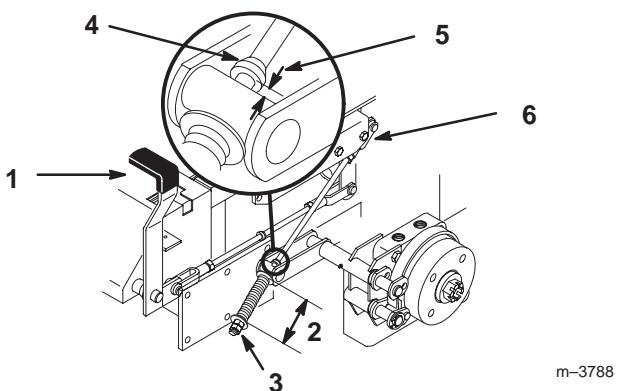

Figure 59
2. Mesurez la longueur du ressort. Les rondelles doivent être distantes de 70 mm (2-3/4") (Fig. 59).
3. Si un réglage est requis, desserrez l'écrou de blocage situé sous le ressort et serrez l'écrou directement au-dessous de la chape (Fig. 59). Vissez l'écrou jusqu'à ce que le ressort ait la longueur voulue. Serrez les deux écrous ensemble et répétez la procédure de l'autre côté de la machine.
- A. Mesurez la distance entre le galet de tourillon et le collier sur la tige de frein. Elle doit être comprise entre 5 et 7 mm (3/16 et 1/4") (Fig. 59).
6. Si un réglage est requis, desserrez l'écrou de blocage situé juste au-dessous de la chape. Tournez la tige inférieure jusqu'à obtention de l'écart voulu (Fig. 59). Serrez l'écrou de blocage à la chape.